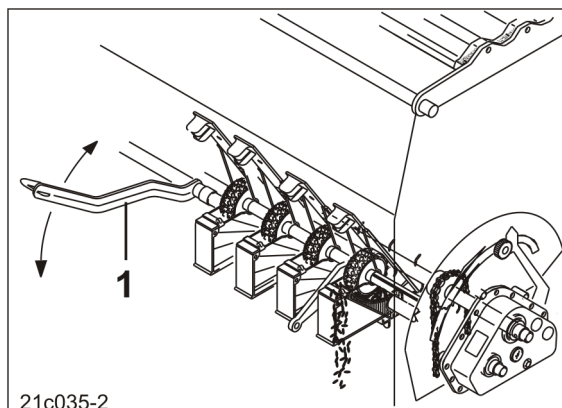

Fig. 150
4. Indstil bundklaparmen (Fig. 150/1) på en valgfri position mellem 1 og 4.